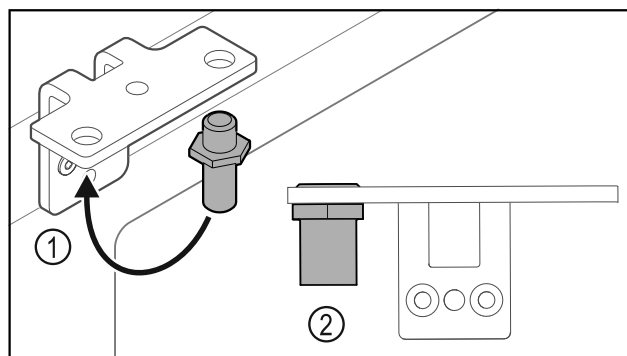

Fig. 30
- Flytta bulten Fig. 30 (1) i gångjärnsfästet.
- Dra åt bulten Fig. 30 (2) med ett **vridmoment på 12 Nm**.